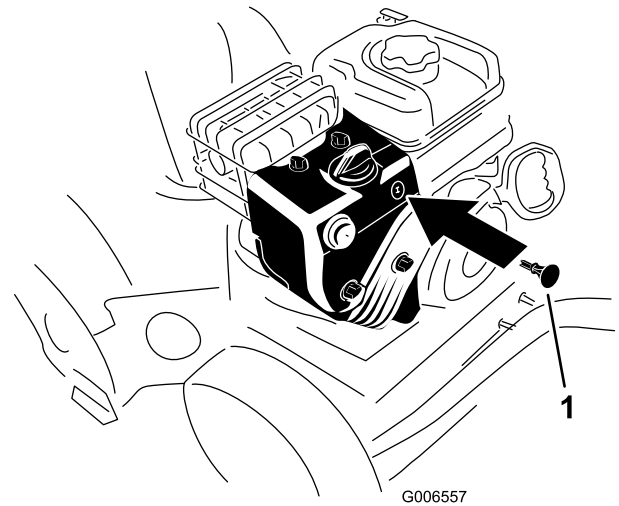

Figura 26
3. Introduzca la llave de contacto (Figura 26).